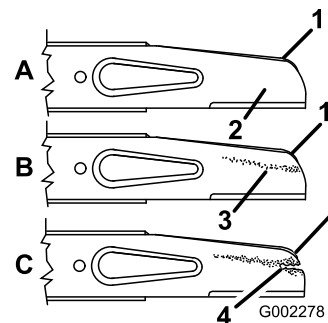

Figura 29
2. Rimuovete i dadi della lama, l'acceleratore e la lama (Figura 29).